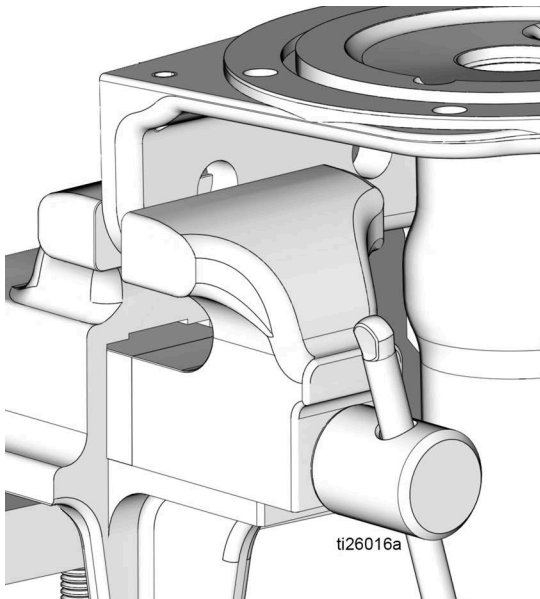

FIG. 29
1. Limpie la base de la bomba (1) con un paño limpio y elimine cualquier resto de suciedad o contaminantes. Inspeccione la superficie en busca de residuos y/o daños. Cambie la bomba si está dañada la base.
2. Si fuera necesario, vuelva a colocar la base de la bomba (1) en el tornillo de banco como se observa en FIG. 29.